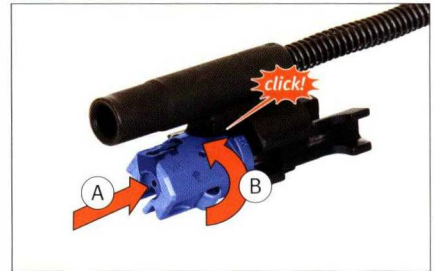

Abb. 78: Verschlusskopfeinsetzen
5. Verschlusskopf mit dem Auszieher nach oben auf das Steuerstück setzen (Abb. 78).
6. Verschlusskopf drehen bis das Steuerstück hör- und fühlbar einrastet (Abb. 78).